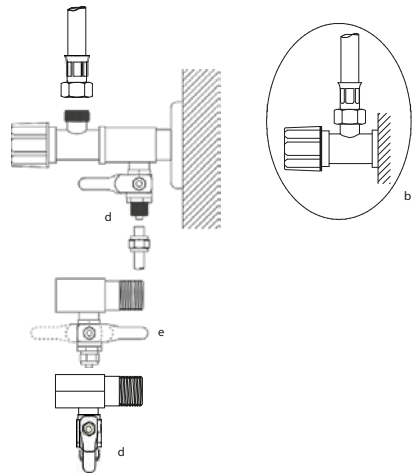

Fig. 5 Racores de la conexión de agua
- Cierre el agua de la red de la válvula de entrada. Después de drenar el agua que queda en las tuberías desde los lugares adecuados, monte el adaptador de tres vías a la red la estanqueidad. Primero, monte la válvula de bola de 1/4 al adaptador envolviendo una cinta de teflón en una posición para que la válvula se abra y se cierre fácilmente (Fig. 5.a). Conecte la manguera de entrada de agua a la válvula de bola (Fig. 5.b). Asegúrese de que la válvula de bola esté cerrada (Fig. 5.c). Abra el agua de la red, compruebe si hay alguna fuga (Fig. 5.d). Coloque el aparato en un lugar adecuado debajo del fregadero en posición vertical.